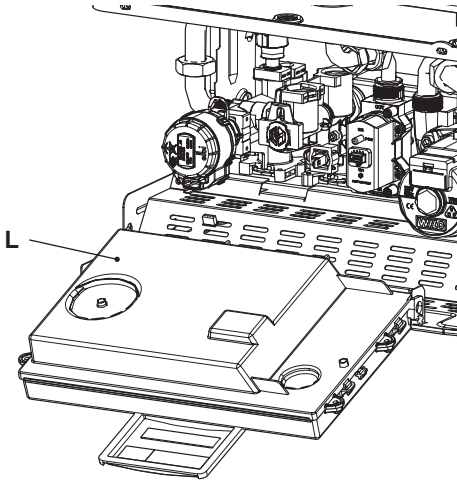

Figura 5.19
- Individuare il coperchio copri morsettiera L (Figura 5.19) rimuovere le viti di tenuta ed aprirlo.